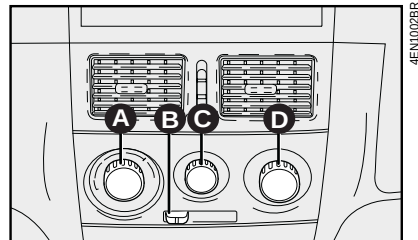

fig. 43
COMANDOS - fig. 43
1) Mando para la temperatura del aire **A-fig. 43** totalmente posicionado a la izquierda.
2) Cursor del ventilador **C-fig. 43**: posicionado en la velocidad máxima.
3) Mando para la distribución del aire **D-fig. 43** indicador en  , para controlar que todas las salidas de aire estén abiertas.
4) Conecte el aire acondicionado abriendo el selector **C-fig. 43**.
El aire acondicionado es muy útil para acelerar el desempañamiento porque deshumedece el aire. Es suficiente regular los mandos para la función de desempañamiento, y activar el aire acondicionado, presionando el pulsador **C-fig. 43**.
1) Acondicionador de aire conectado C-fig. 43.